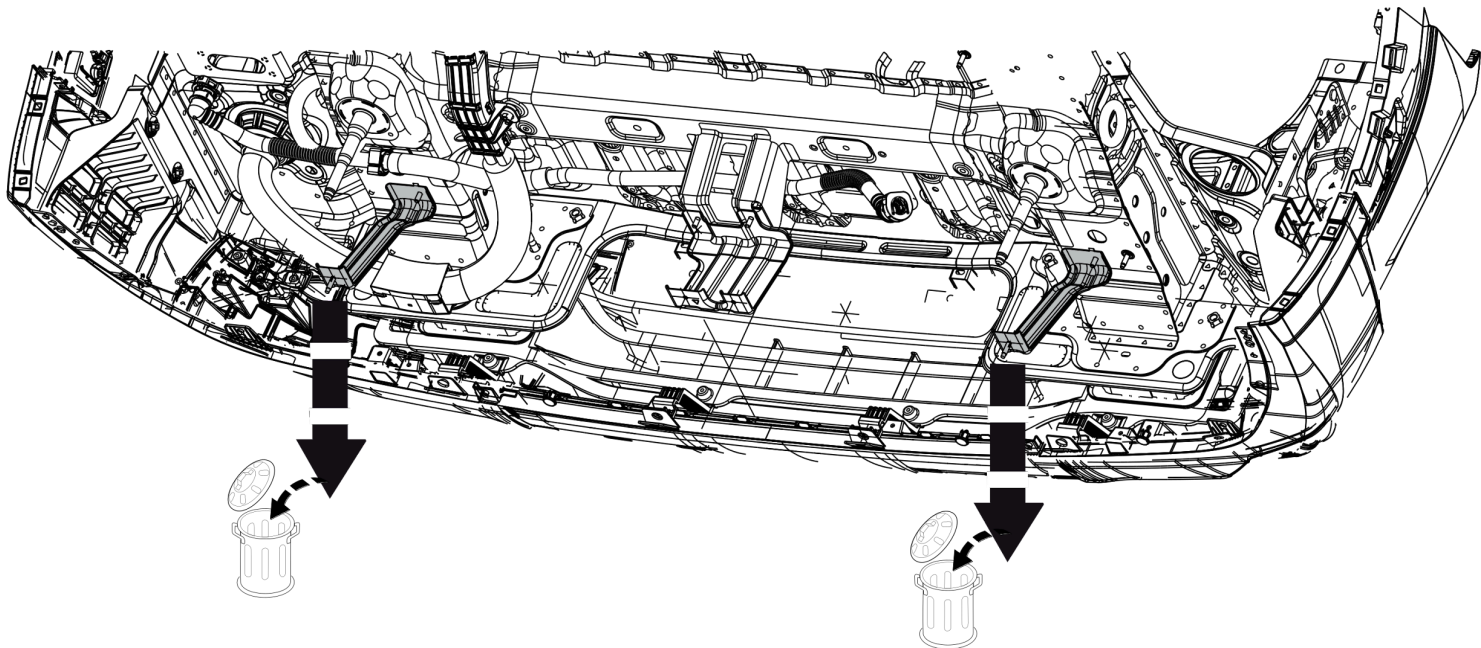

Fig. 2
2. Снять указанные маркированные части. См. рисунок 2.